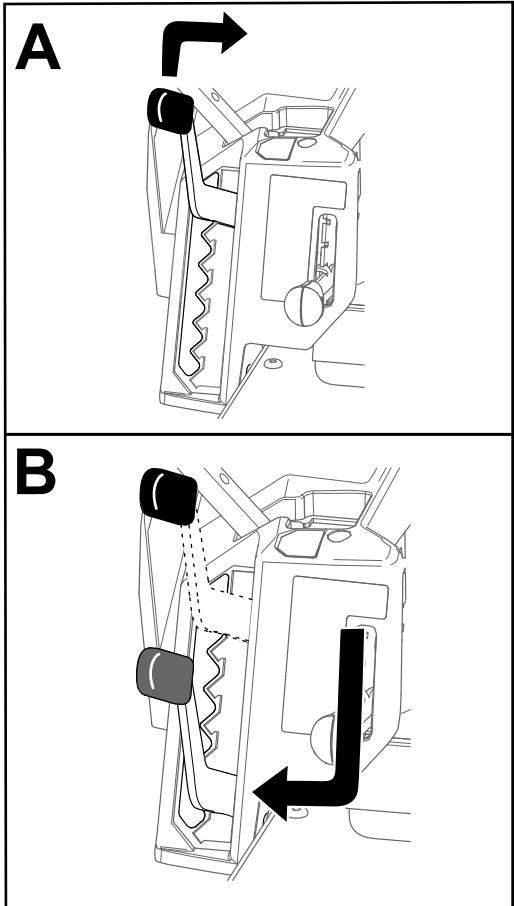

Bild 28
**Hinweis:** Die Transportstellung ist die höchste Schnitthöheneinstellung oder Schnitthöhe von 114 mm, wie in Bild 28 abgebildet.
Sie können die Schnitthöhe in Schritten von 13 mm von 38 mm bis 114 mm einstellen. Die Schnitthöhe wird von einem Hebel gesteuert, der sich rechts von der Bedienposition befindet (Bild 28).